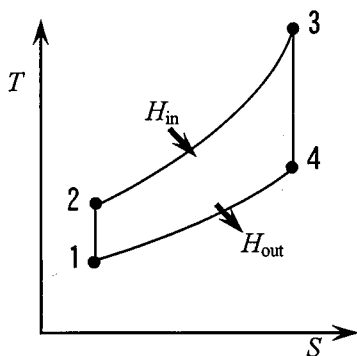
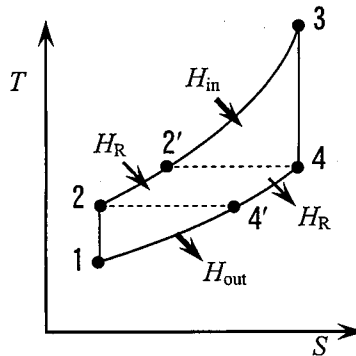
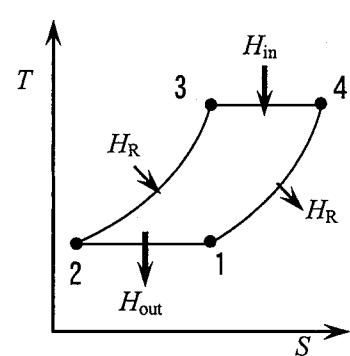

図1
図2
図3
理想気体を作動流体とするサイクルについて考える。この理想気体における等温変化、等圧変化、等容変化、断熱変化などを組み合わせることにより、図1、図2及び図3に示すような各種のガスサイクルが構成される。
1) まず、図1の T - S 線図に示すブレイトンサイクルを考える。ここで、 $1 \rightarrow 2$ の変化は であるから、圧力 P_1 、 P_2 及び温度 T_1 、 T_2 を用いて次式で表すことができる。
2) 図1を改良した再生ブレイトンサイクルを図2に示す。このサイクルの熱効率 η_{th} は次のように求められる。サイクルは2'→3の等圧過程において加熱され、その入熱量は $H_{in} =$ である。一方、4'→1の等圧過程において放熱され、その出熱量は $H_{out} =$ である。これらの熱量を用いて、熱効率は $\eta_{th} =$ と表すことができる。ここで、理想的な再生熱交換器を考えれば、図2に示すように $T_2 = T_4$ 、 $T_4' = T_2$ であるから、前述の③式と併せて、熱効率は $\eta_{th} =$ と表現できる。また、圧力比 $\varepsilon = \frac{P_2}{P_1}$ を用いると、熱効率は $\eta_{th} =$ と表すことができる。
この考え方を理想化したサイクルが [15] サイクルである。このサイクルの $T-S$ 線図を図3に示す。このサイクルでは $2 \rightarrow 3$ の過程、及び $4 \rightarrow 1$ の過程は熱交換器によってのみ行われ、100%の熱交換を仮定する。このとき、このサイクルの熱効率は $3 \rightarrow 4$ の過程における入熱と、 $1 \rightarrow 2$ の過程における出熱から求められる。さらに、それらの過程は等温変化であるから、出熱量は $1 \rightarrow 2$ の過程で加える仕事量に等しく、式 [16] で表され、入熱量は $3 \rightarrow 4$ の過程で発生する仕事量に等しく、式 [17] で表される。したがって、この熱効率は $\eta_{th} =$ [18] と表すことができる。これは、同一条件における [19] サイクルの熱効率に等しい。